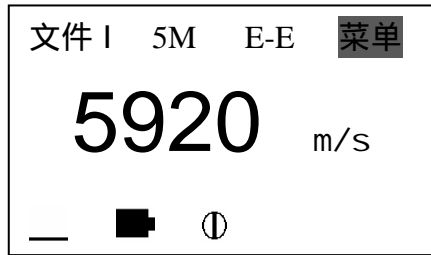

图 18
- a. 按 **MODE** 键移动光标至**菜单**，如图 18：
a. 按 **MODE** 键移动光标至菜单，如图 18。
- a. 按 **MODE** 键移动光标至菜单，如图 18。